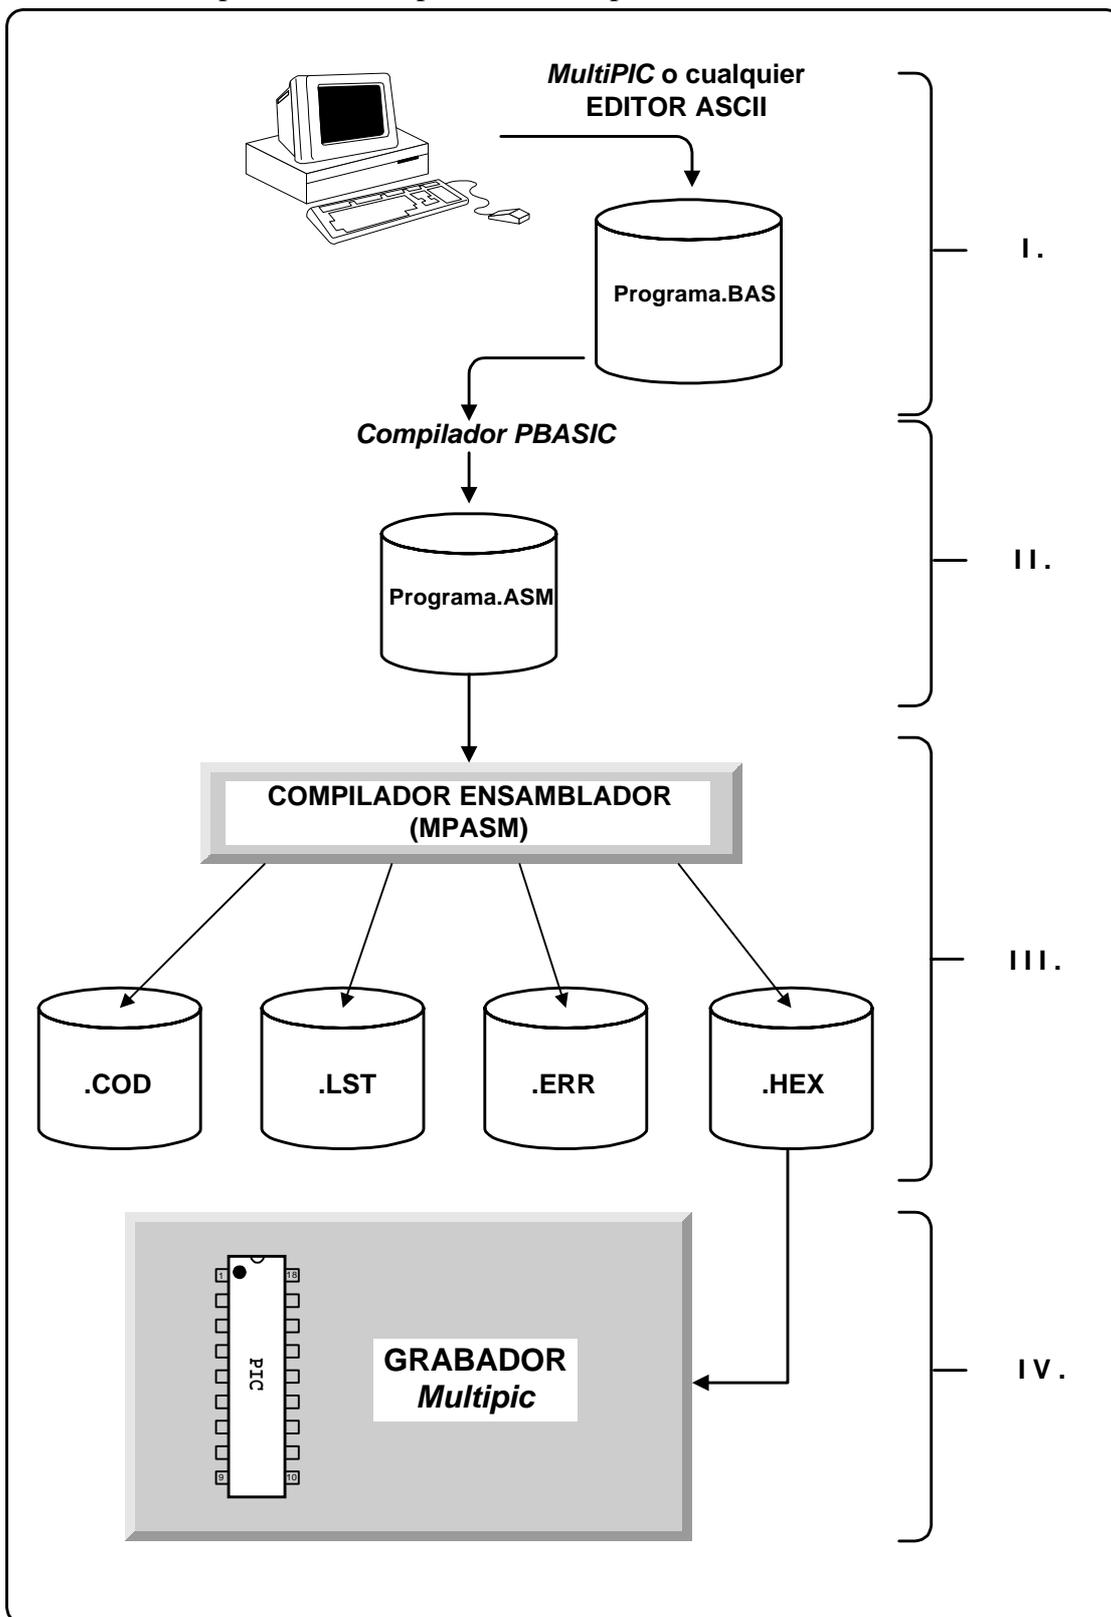
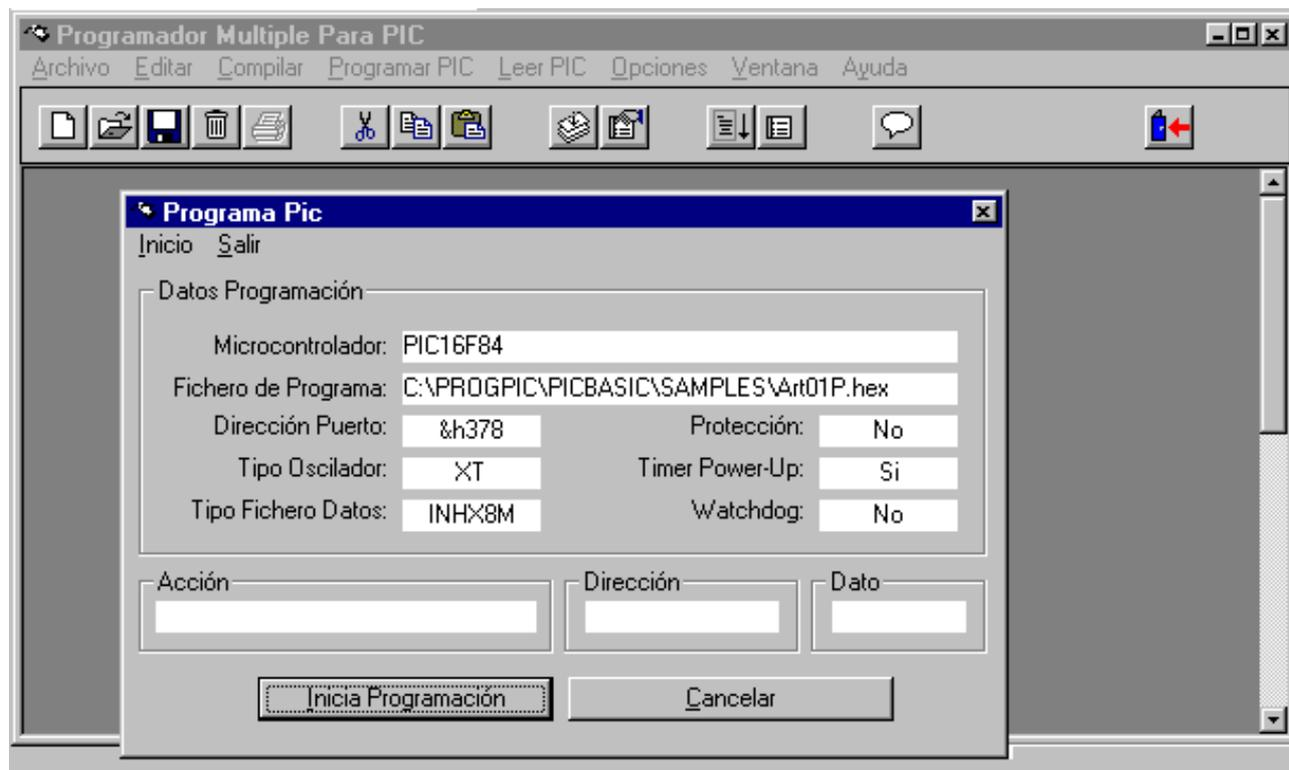

Figura 3. Esquema de la secuencia de pasos para la grabación del microcontrolador.
Figura 5. – Pantalla del programa MultiPIC al elegir la opción “Programa PIC”.
Los pasos a seguir se presentan en la figura 3, que es una ampliación de lo ya expuesto el mes pasado. Como puede comprobar comparándola con su homóloga del mes anterior, se ha añadido un apartado, que ahora es el primero. Es decir, en primer lugar se ha de escribir el programa
En este momento se pasa a compilar el programa ART001.BAS eligiendo la opción *Compilar* del menú. Automáticamente el programa *MultiPIC* llama al compilador *PicBasic Compiler* (PBC) y a continuación al *PICmicro Macro Assembler* (PM) que son dos programas que funcionan bajo DOS. El primero convierte el fichero ART001.BAS en otro ART001.ASM (figura 3, paso II), mientras que el segundo programa realiza la misma función que el MPASM ya mencionado el mes pasado, convierte el fichero ART001.ASM en un fichero que puede manejar el grabador el ART001.HEX (figura 3, paso III). Una vez terminada esta operación, solo debe cerrar esta ventana DOS. Ahora solo falta grabar el microcontrolador. Elija la opción *Programar PIC*, (figura 3, paso IV). Al pulsar *Inicia Programación* (figura 5) con la alimentación del grabador conectada, se apagan los diodos LEDs en este y en la pantalla aparece el mensaje de “Colocar PIC en zócalo de programación”. Coloque por tanto el microcontrolador en el zócalo adecuado del grabador y pulse “OK”. En este momento el programa toma el fichero ART001.HEX generado y lo envía a microcontrolador realizando así la grabación del mismo.